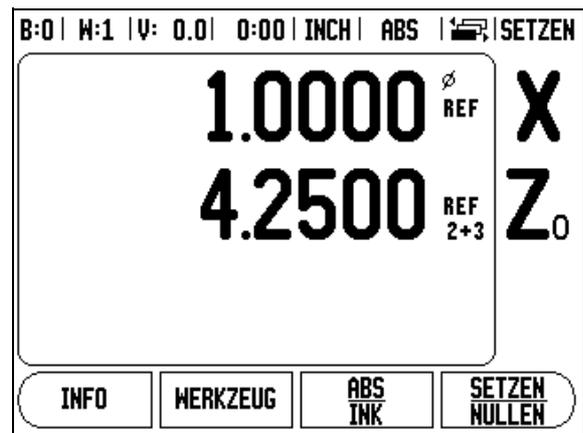

Abb. II.4 Z-Achsen koppeln
- ▶ Drücken Sie die numerische Taste, die dem Maßstabseingang auf der Rückseite des Wizard 550 zugeordnet ist. Mit den Softkeys **+** oder **-** koppeln Sie den ersten Eingang mit einem zweiten. Die Nummern der Messgerät-Eingänge erscheinen links neben der Achsbezeichnung und zeigen an, dass es sich bei der Position um die Summe gekoppelter Verfahrswege handelt (z.B. '2 + 3'). Siehe Abb. II.4.
Betätigen und halten Sie die Taste  $Z_0$  für ca. 2 Sekunden, wenn Sie die  $Z_0$ -Achse mit der Z-Achse koppeln und die Summe der Verfahrswege in der Anzeige der  $Z_0$ -Achse anzeigen lassen wollen. Die Summe der Verfahrswege der beiden Z-Achsen wird nun in der Anzeige der  $Z_0$ -Achse angezeigt und die Anzeige der Z-Achse erlischt. Siehe Abb. II.4.